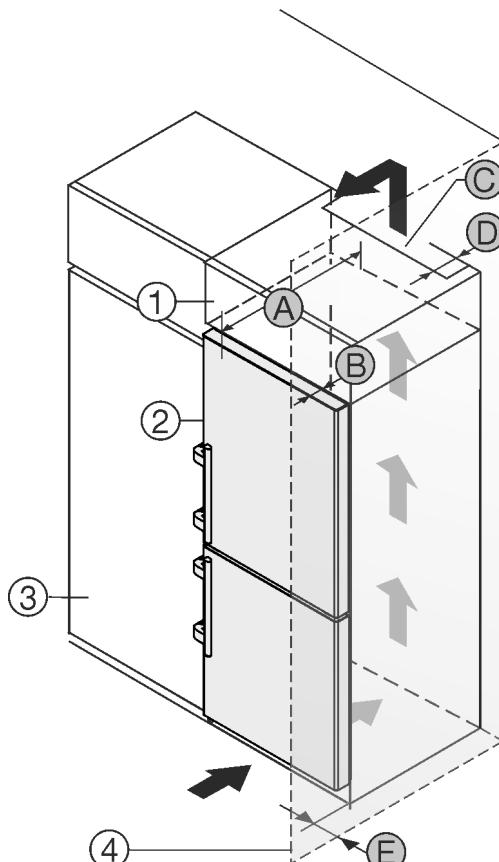

Fig. 2
Sie können das Gerät direkt neben dem Küchenschrank Fig. 2 (3) aufstellen.*
An der Rückseite des Aufsatzschrankes muss ein Abluftschacht mit der Tiefe Fig. 2 (D) über die gesamte Aufsatzschrankbreite vorhanden sein.*
Unter der Raumdecke muss der Entlüftungsquerschnitt Fig. 2 (C) eingehalten werden.*
Wenn Sie das Gerät mit den Scharnieren neben einer Wand Fig. 2 (4) aufstellen, dann muss der Abstand zwischen Gerät und Wand mindestens 57 mm betragen. Dies entspricht dem Griffüberstand bei geöffneter Tür.*
Damit Sie die Tür vollständig öffnen können, muss das Gerät um die Türtiefe Fig. 2 (B) gegenüber der Küchenschrankfront vorstehen. Abhängig von der Tiefe der Küchenschränke Fig. 2 (3) und Verwendung von Wandabstandshaltern kann das Gerät weiter herausragen.*